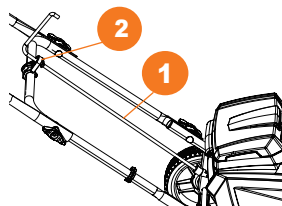

Рис. 5
- Проденьте изогнутый конец вала рукоятки изменения направления ❶ в отверстие фиксатора ❷ на средней рукоятке (Рис. 5).